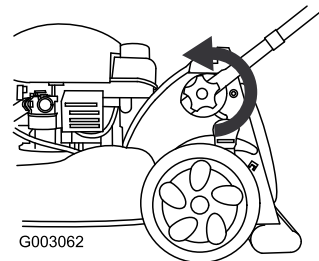

Figura 43
1. Afloje los pomos del manillar inferior (Figura 43).